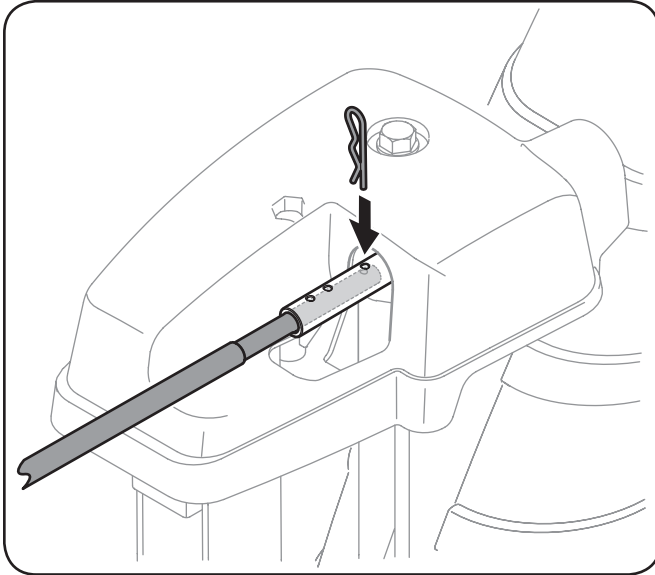

Figura 4-2
2. Empuje la varilla de control del canal hasta que el orificio de la misma se alinee con el tercer orificio en el montaje de rotación del canal. Consulte la Figura 4-2.
3. Vuelva a insertar el pasador de chaveta a través de este orificio y la varilla de control del canal como se muestra en la Figura 4-2.